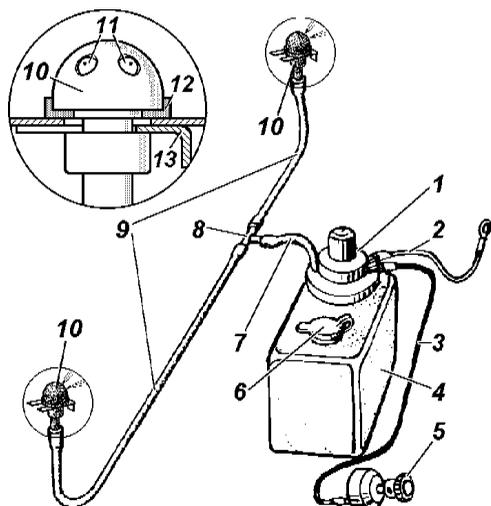

Рис. 10.9.
**Смыватель**(рис. 10.9) - электрический, предназначен для ускорения очистки ветрового стекла.